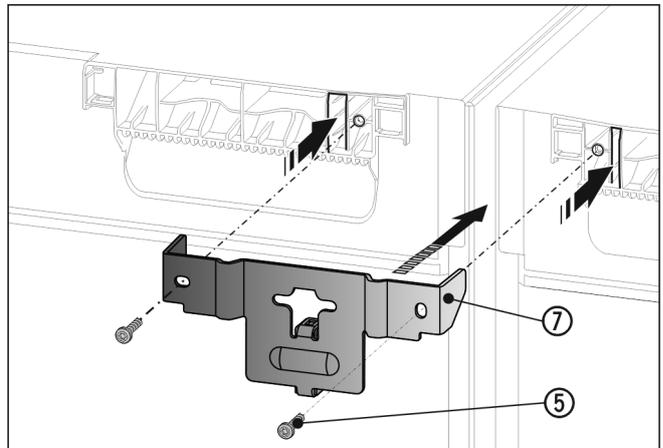

Fig. 18
▶ 使用间隔垫片将角 Fig. 18 (7) 推入设备之间，并使用接片将其推入设备盖板中。使用两颗螺栓 Fig. 18 (5) 紧固。